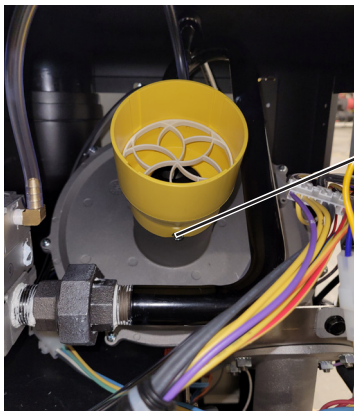

Figura 6.
Desconecte todas las tuberías conectadas al orificio de aire amarillo. Use una llave de tubo de 5/16" o una carraca con llave de tubo de 5/16" para retirar los tornillos hexagonales del orificio de aire amarillo. Deseche el orificio de aire amarillo. Consulte la figura 6.
**Retire las tuberías conectadas al orificio de aire. Use una llave de tubo o de vaso de 5/16" para retirar los dos tornillos hexagonales del orificio de aire que lo sujetan. Consulte la figura 6.**